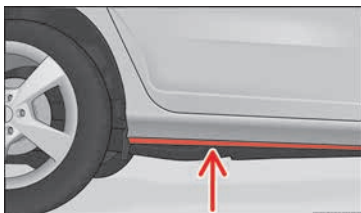

Abb. 180 Wasserdurchfahrten auf Straßen
- Stellen Sie vor einer Wasserdurchfahrt die Wassertiefe fest. Der Wasserstand darf maximal an den Steg des Unterholms reichen **» Abb. 180**.